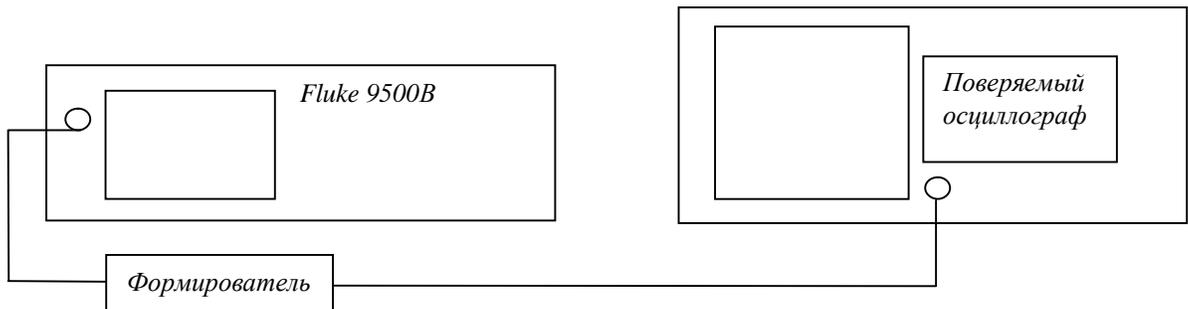

Рис.1.
7.3.1. Определение погрешности измерения напряжения производится с помощью калибратора осциллографов 9500В с использованием формирователя 9530 по схеме рис.1.
7.3.3. Определение погрешности измерения периода (частоты) проводят методом прямых измерений частоты нулевых биений сигналов АЦП осциллографа с использованием генератора синусоидального напряжения калибратора осциллографов Fluke 9500В в соответствии со схемой рис.1.